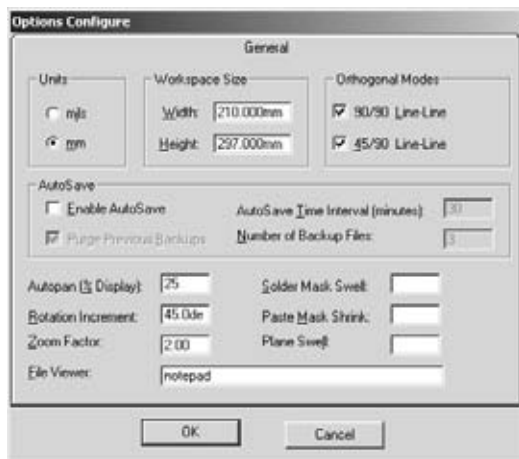

Рис. 3.3.1
1). Для чего выполнить команды **Options/Configure**. Появляется диалоговое окно **Options Configure**. В этом окне в области Units «выбрать» **mm** – миллиметры, как основную систему единиц, в поле **Workspace Size** задать значение ширины Width равное 210 и высоты - Height равное 297. Остальные поля оставить без изменения (рис. 3.3.1). Нажать кнопку ОК.